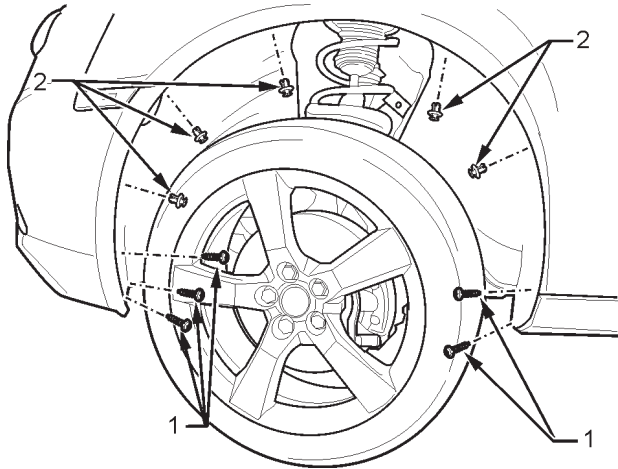

FIGURE 43
21. Retirer la garniture de passage de roue avant gauche en enlevant les trois vis de l'avant et les deux vis de l'arrière de la garniture (1). Utiliser un outil de dépose de garniture pour enlever les cinq rivets-vis (2), puis retirer la garniture. Se reporter à la Figure 43.